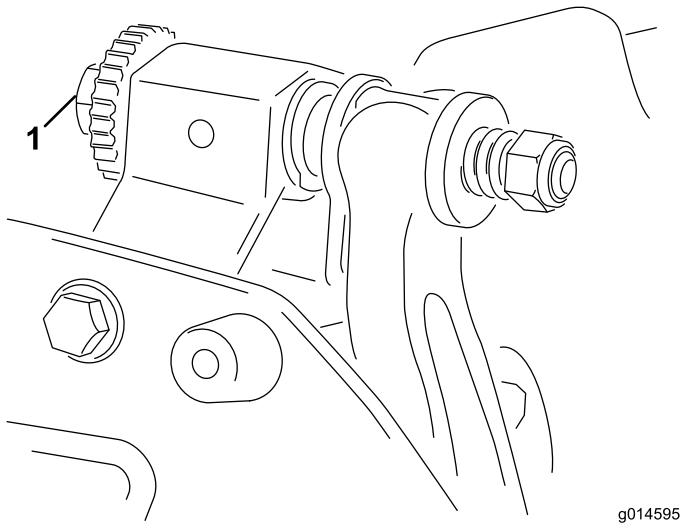

図 4
1. カッティングユニットを平らな水平の作業台上に置く。ベッドバー調整ねじ(図 4)を左に回して、リールと下刃の接触を完全になしくす。